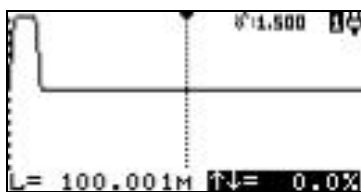

Рисунок 8
6.3.7 Изменение смещения по вертикали производится нажатием кнопок "↓" и "↑". Пределы изменения смещения отображаются в процентах (рисунок 8).